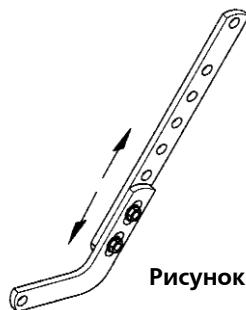

Рисунок 13
Для того, чтобы гарантировать точную регулировку в закрывании ворот, освободите болты (44) приводной тяги (размер под ключ 10 мм) и отрегулируйте длину хода, используя два пазовых отверстия (**рис. 13**), или, если это необходимо, полностью отверните болты и измените взаимное положение тяги (27) и изогнутого кронштейна (61).